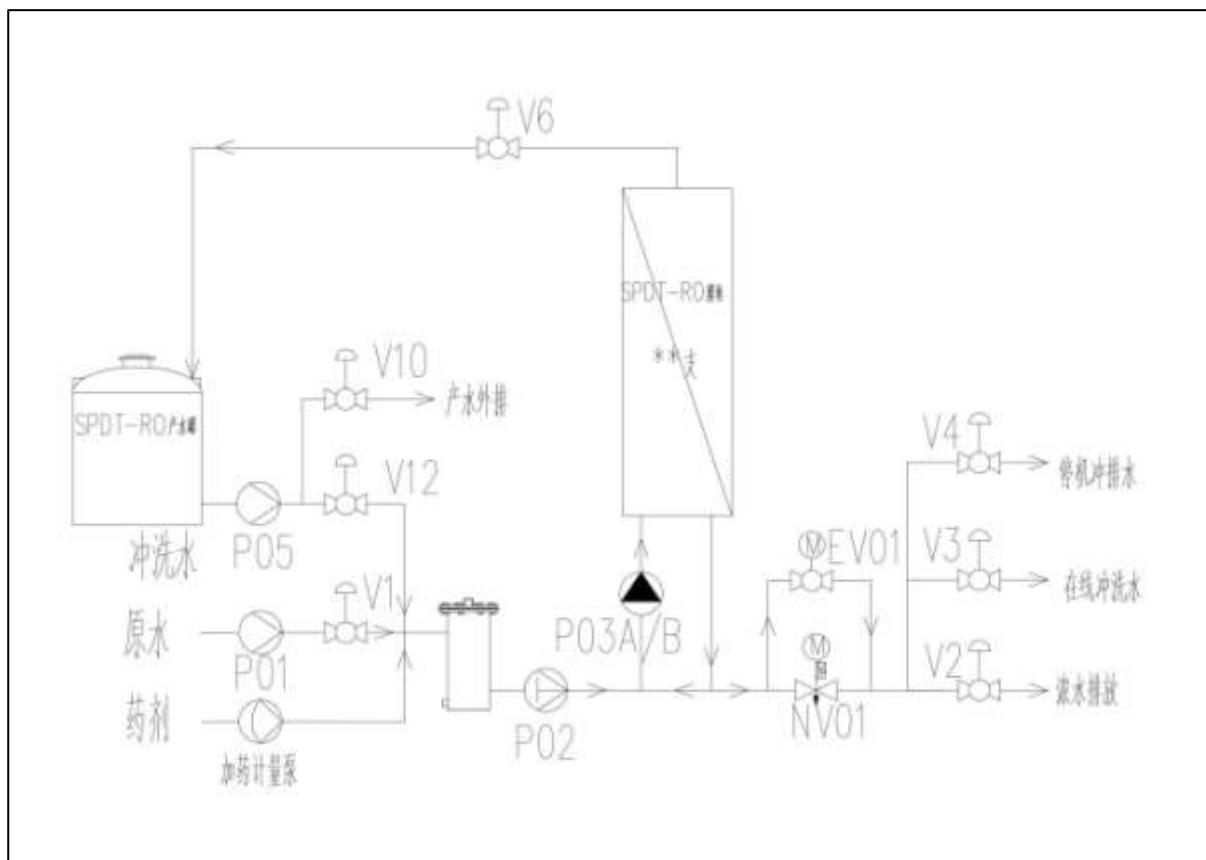

图 7：单级 SURER-DT 典型系统运行管路图
- (1) 检查所有的管路是否正确连接完毕，并在开始运行以前用清水冲洗干净。图 7 显示一个典型的系统管路图示例；
(2) 系统启停同原水箱、产水箱、浓水箱液位联动并检测所有泵是否存在故障、阀门状态是否正常，需设置报警提示并及时进行故障恢复；
(3) 开启浓水回流阀 (V3)，关闭浓水阀 (V2)；
(4) 开启进水增压泵 (P01)，延时 T1 值 (T1 值可设，建议大于 60s) 开启柱塞泵 (P02)，延时 T2 值 (T2 值可设，应不得小于 30s) 同时开启循环泵 A (P03A) 和循环泵 B (P03B)，循环泵的启动分 2 个阶段进行，第一阶段 0-20 Hz 为一个加速阶段（变频器加速时间不得小于 60s），20Hz 到设定频率为一个加速阶段（变频器加速时间不得小于 60s），两阶段的加速间隔时间应不小于 120s，将原水注入到膜组件中并将空气排除掉；
(5) 确认膜组件的空气全部排完后(循环泵启动后延时 T3 值, T3 值可设, 建议大于 100s)，关闭电动旁通阀 (EV01)，延时 T4 值 (T4 值可设，建议大于 30s) 进行电动针阀 (NV01) 动作程序，电动针阀同产水流量计进行联动控制；电动针阀动作方式如下：